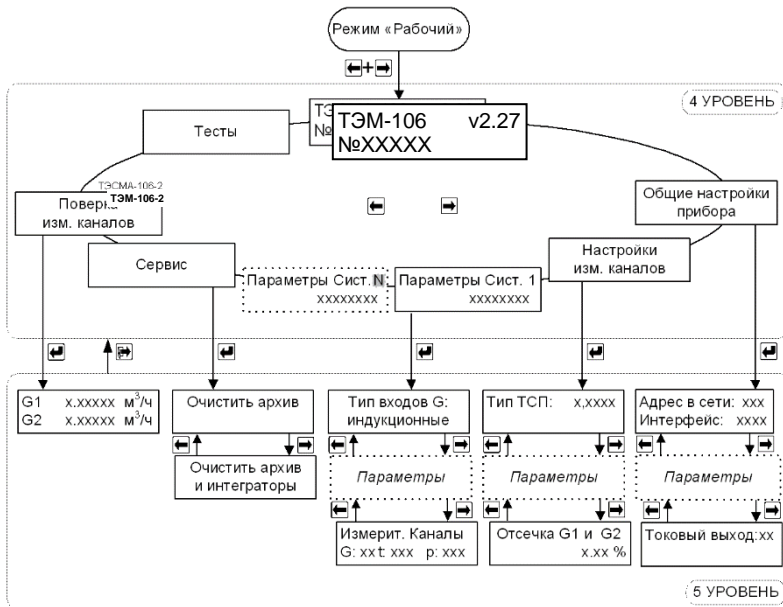

Рис. 7.3 Режим «Настройки» для ТЭM-106. Пункт меню «Проверка изм. каналов» доступен только для модификации ТЭM-106-2
7.4.1 Для входа в режим работы теплосчетчика «Настройки» необходимо, находясь в любом меню режима «Рабочий», **одновременно нажать кнопки «влево» и «вправо»**. Порядок перехода между окнами в режиме «Настройки» изображён на рис. 7.3. Окна, выделенные штриховой линией, могут отсутствовать, если значениям параметров, отображаемых в этих окнах, присвоено значение **нет**.